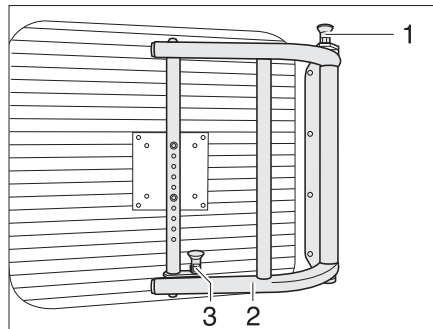

Fig. 59 Brazo giratorio para pantalla plana
- Tirar los botones de desbloqueo (Fig. 59,1 y 3) hacia arriba para desbloquear el brazo giratorio.
- Girar la pantalla plana con el soporte (Fig. 59,2) a la posición deseada.